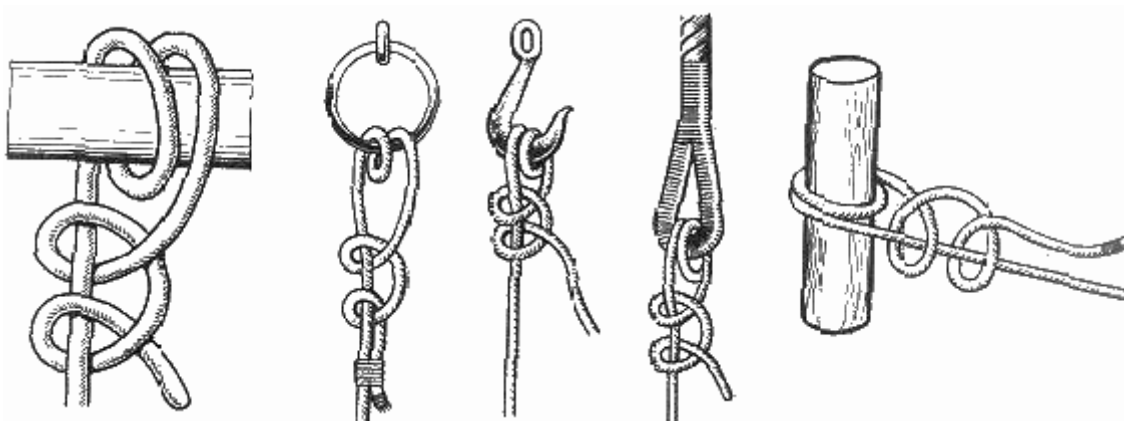

Рис. 12. Простой штык со шлагом
**Простой штык со шлагом** (рис. 12). От простого штыка этот узел отличается одним дополнительным шлагом вокруг предмета, к которому крепят трос. Он так же служит в основном для крепления тросов и перлиней при швартовке за кнехты, битенги и палы, но применяется, в отличие от простого штыка, в тех случаях, когда не возникает необходимости быстро отдать швартовы. Этот узел удобен также для крепления троса к гаку, огону, рыму и пр. Два шлага вокруг предмета делают этот узел более надежным при длительных стоянках, во всяком случае, он за счет дополнительного шлага перетрется не так быстро, как простой штык.
Рыбацкий штык (или якорный узел) в какой-то степени схож с простым штыком со шлагом (см. рис. 12). Отличается от него тем, что первый из двух полуштыков проходит дополнительно внутри шлага, обхватывающего предмет. Применяя этот узел для якоря, всегда необходимо прихватывать ходовой конец схваткой к коренному. В этом случае, даже при очень сильной тяге, рыбацкий штык не